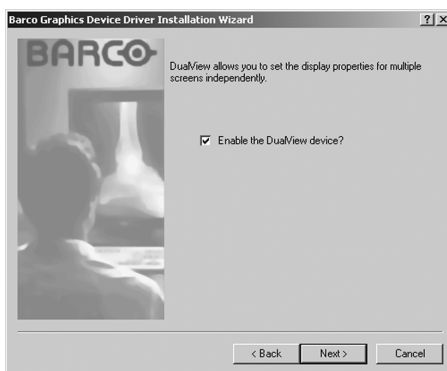

Figura 32
7. La selección de la pantalla "Habilitar DualView" (figura 32 a continuación) determina si DualView está habilitado o no. DualView permite que una controladora de cabezal doble muestre dos escritorios separados, uno para cada pantalla en vez de un único escritorio virtual que se muestre en las dos pantallas.